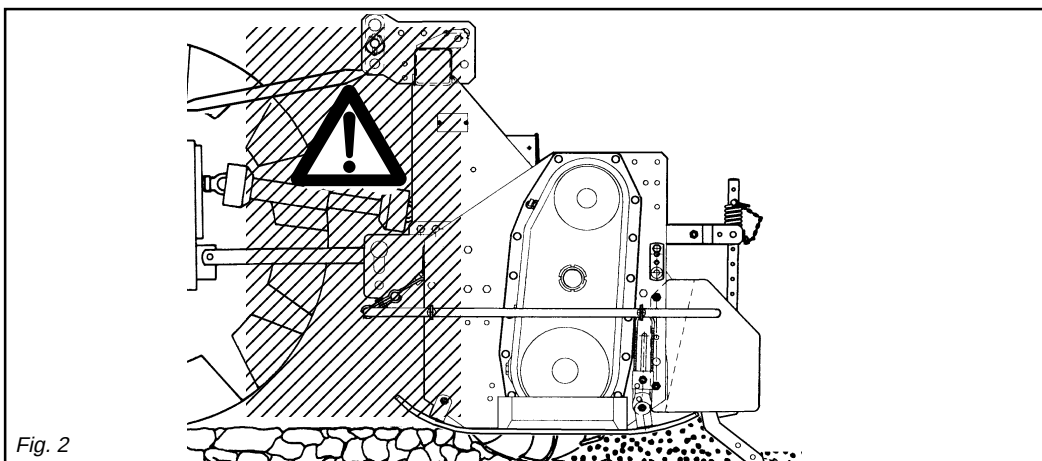

Fig. 2
- 24) Es ist absolut verboten, bei laufendem Motor und eingeschalteter Gelenkwelle zwischen den Schlepper und das Gerät zu treten (Abb. 2). Dazu muß die Feststellbremse gezogen werden und unter die Räder ein Bremskeil oder ein großer Stein gelegt worden sein.
- 24) *Il est absolument interdit de se mettre entre le tracteur et l'appareil (Fig. 2) quand le moteur est en marche et le cardan enclenché, sans avoir tiré le frein de stationnement et bloqué les roues avec une cale ou un caillou.*
- 24) Está terminantemente prohibido colocarse entre el tractor y el equipo (Fig. 2) con motor encendido y cardán inserido, o sin haber accionado el freno de estacionamiento y de colocar, debajo de las ruedas, una piedra u otro elemento de bloqueo.
- 28) È assolutamente vietato interporre fra il trattore e l'attacco della zappatrice per manovrare il comando dall'esterno per il sollevamento (Fig. 2).
- 28) *It is absolutely forbidden to stand between the tractor and the implement when manoeuvring the lift control from the outside (Fig. 2).*
- 28) Es ist absolut verboten, zwischen den Schlepper und den Anschluß zu treten, um die Aushebung von außen zu betätigen (Abb. 2).
- 28) *Il est absolument interdit de se mettre entre le tracteur et l'attelage pour manoeuvrer la commande de relevage de l'extérieur (Fig. 2).*